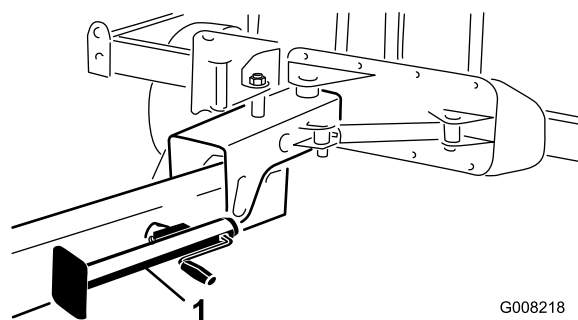

Figure 19
4. Élevez le cric et fixez-le dans la position de rangement (Figure 19).